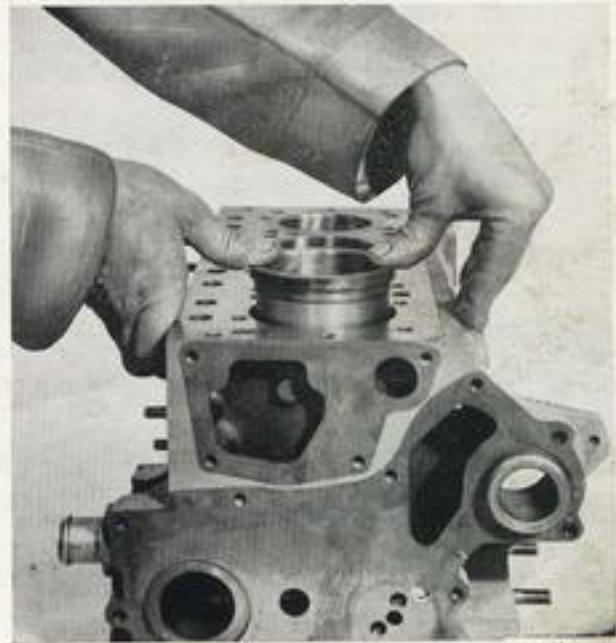

Fig. 8
- Lubrifier la partie inférieure de la chemise jusqu'à l'épaulement et emmancher celle-ci dans son logement à la pression du doigt (voir fig. 8). Utiliser, pour achever l'emmanchement, un marteau de bronze ou un maillet. **La face supérieure de la collerette doit être entre 0,025 mm en dessous et 0,076 mm au-dessus du plan de joint de la culasse.**